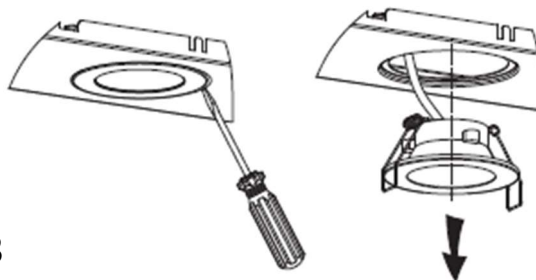

Рис.3
3. Нажмите на пружину или аккуратно подденьте блок лампы плоской отвёрткой, затем снимите блок лампы (рис.3).